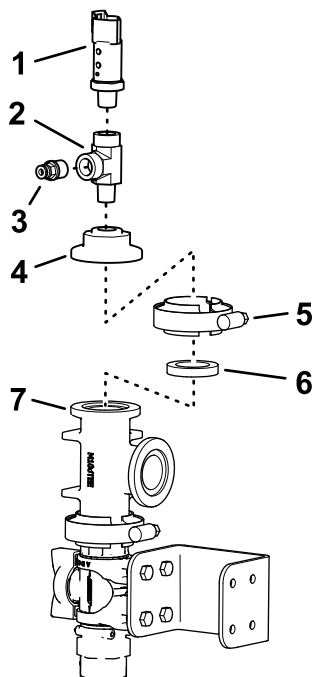

Figura 43
8. Aplique vedante PTFE nas roscas do acoplador e encaixe o acoplador à união em T (Figura 43).
9. Aplique vedante PTFE nas roscas da união em T e encaixe a união em T na capa da união (Figura 43).
10. Monte o transdutor de pressão na união em T, conforme mostrado na Figura 43.
11. Monte a capa da união e o conjunto do transdutor na válvula de controlo com a junta e a braçadeira flangeada, e aperte a braçadeira com a mão (Figura 43).